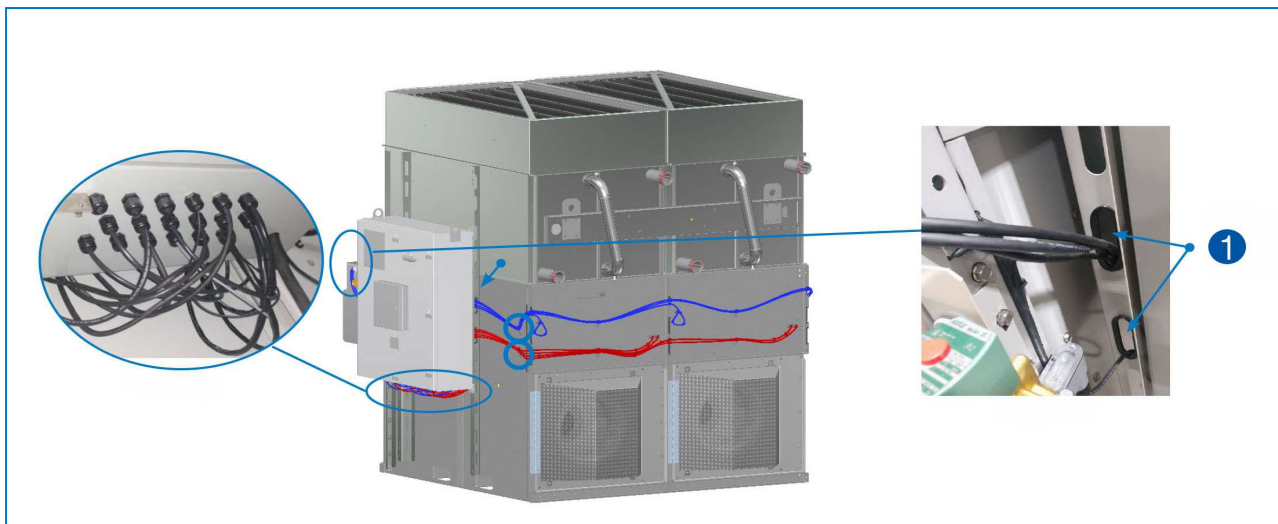

Рис. 17. Подключение к панели системы управления iPilot® — 1. Крепежный паз с овальным отверстием с подточенной кромкой.
6. Проложите провод электропитания вентилятора через нижнее овальное отверстие с подточенной кромкой в крепежном пазу панели управления. Пропустите каждый провод через кабельный ввод в нижней части панели управления, затем подключите каждый соединитель провода к соответствующей позиции клеммной коробки. См. рисунок 17.
7. Проложите провод связи и провод компонента для вентилятора через нижнее овальное отверстие с подточенной кромкой в крепежном пазу панели управления. Пропустите каждый провод через кабельный ввод в нижней части панели управления, затем подключите каждый соединитель провода к соответствующей позиции клеммной коробки. См. рисунок 17.